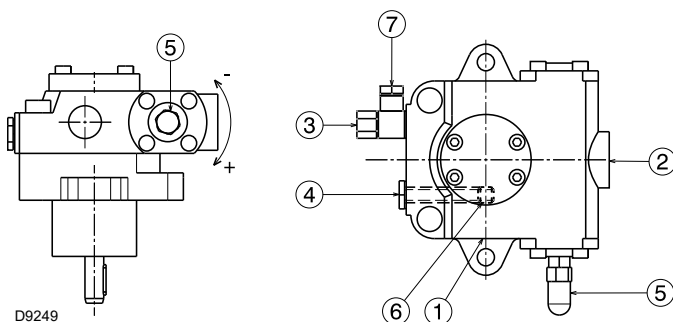

Abb. 23
Sie sind am Brenner installiert und der Bypass wird mit der Schraube 6)(Abb. 23 auf Seite 27) geschlossen.
- Damit sich die Pumpe (Abb. 23) selbst einschalten kann, muss unbedingt die Schraube 4) der Pumpe gelockert werden, damit die Saugleitung entlüftet wird.
Legende (Abb. 23)
Der vorstehende Vorgang ist möglich, da die Pumpe bereits werkseitig mit Brennstoff gefüllt wird. Falls die Pumpe geleert wurde, muss sie vor dem Starten über den Stopfen des Vakuummeters 4) (Abb. 23 auf Seite 27) mit Brennstoff gefüllt werden, andernfalls kommt es zum Festfressen.